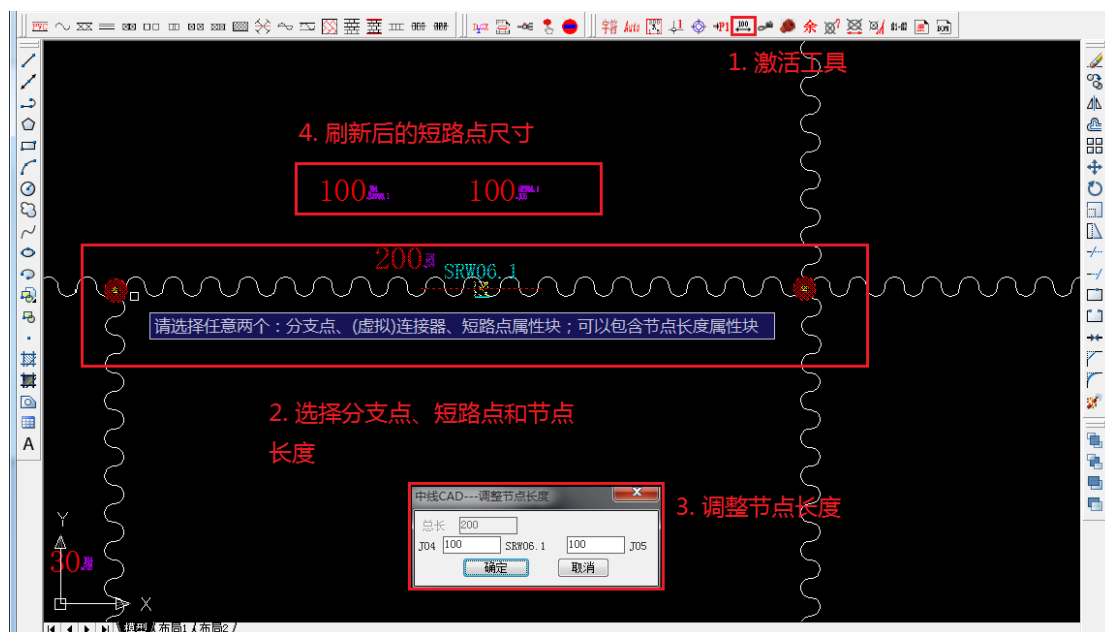

图 1-20
- b. 在对话框中设置参数，刷新短路点尺寸，如图 1-20 所示。